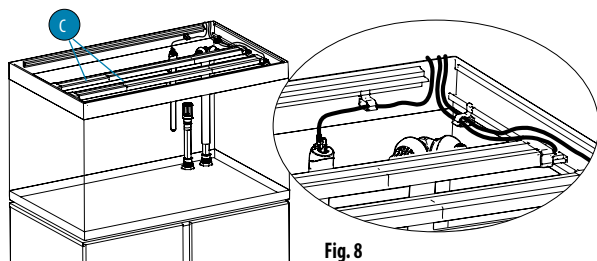

Fig. 8
1. Posizionare attentamente le unità di illuminazione a LED (C) sulle guide del profilo superiore, nelle loro posizioni finali.
2. Estrarre i cavi della striscia di LED dall'acquario (Fig. 8).